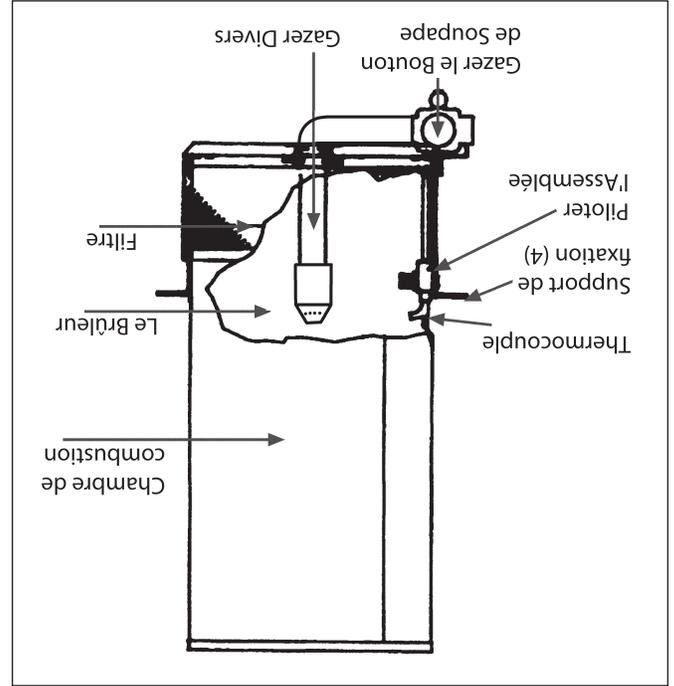

Figure 2
9. **IMPORTANT : N'ESSAYEZ PAS de régler l'admission en gaz du brûleur principal à l'aide de la valve d'alimentation principale**, car la veilleuse et le thermocouple pourraient fermer le brûleur (voir figure 2).